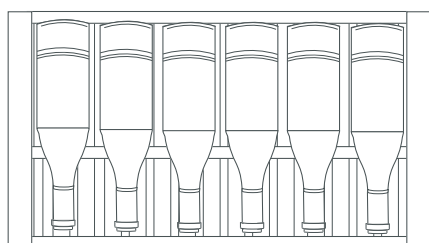
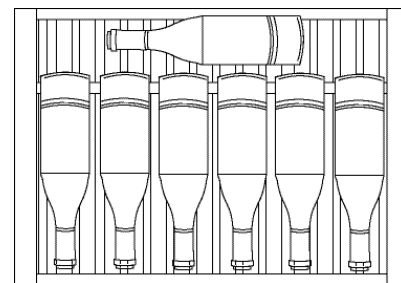

Fig. 3
Fig. 5
• La première étagère peut contenir 6 bouteilles disposées comme sur Fig.3, une bouteille supplémentaire étant placée sur un côté ou l'autre des commandes, soit un total de 8 bouteilles sur la première étagère.
• La deuxième étagère peut contenir 6 bouteilles disposées comme sur Fig.3.
• La quatrième et la cinquième étagère peuvent contenir 6 bouteilles disposées comme sur Fig. 3, une bouteille étant placée en arrière à l'horizontale comme sur Fig. 5.
• Les étagères six à neuf peuvent contenir 6 bouteilles disposées comme sur Fig. 3
• La partie inférieure de votre cave à vins comporte un support en bois à deux niveaux pouvant accueillir chacun 6 bouteilles disposées comme sur Fig. 3. 75 bouteilles de vin (750 ml) en tout peuvent être placées dans la refroidisseur à vins.